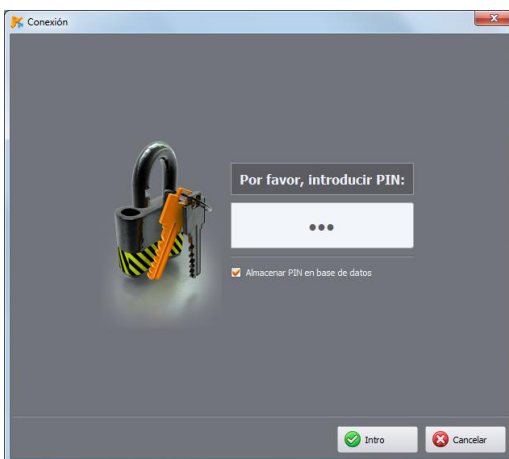

Fig. 7. Verificación del código PIN.
- La introducción en la base de datos se puede realizar de forma manual (ver el punto 0) o mediante la conexión al analizador vía USB introduciendo el código PIN correcto y seleccionando la opción **ALMACENAR PIN EN BASE DE DATOS** (ver la Fig. 7). El analizador se añade a la base de los analizadores (no se aplica PQM-707).
Si el inicio de sesión automático falla, aparece de nuevo la ventana como se muestra en la Fig. 7.